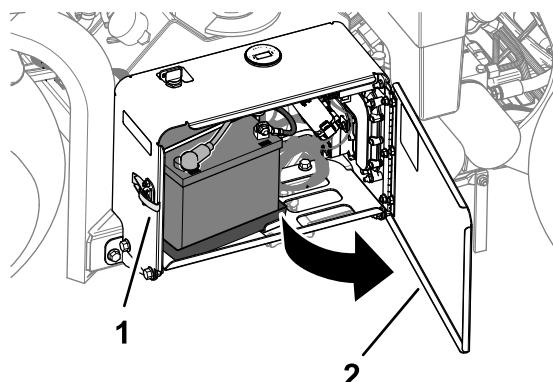

図 160
1. ラッチを外し、バッテリーコンパートメントのドアを開く図 160。